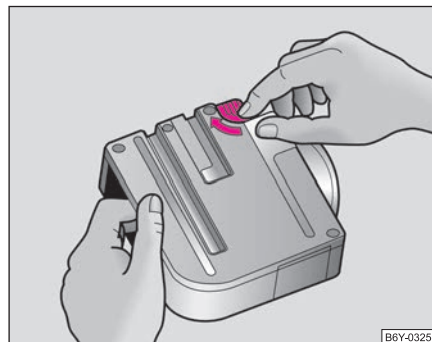

Fig. 128 Scoaterea CD-urilor
- Rotiți maneta de eliberare în sensul săgeții ⇒ fig. 128.